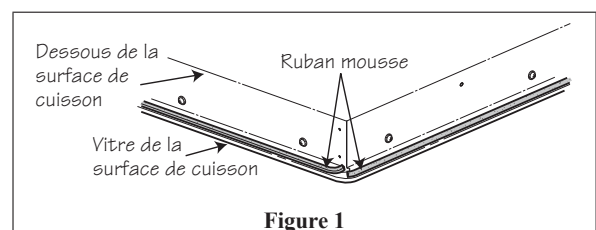

Figure 1
5. Appliquer le ruban mousse inclus autour des bords extérieurs de la vitre, sur les quatre côtés. Ne pas chevaucher le ruban. Voir la figure 1.